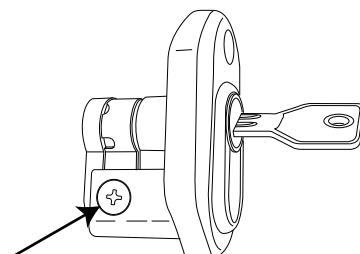
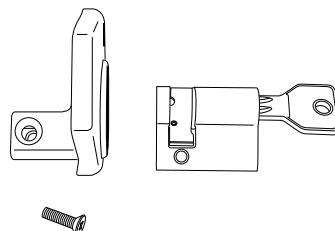

FIG. 18
FIG. 19
3. Utilizzando un cacciavite a stella PH2, svitare la vite laterale del blocco cilindro fig. 18 e, mantenendo la camma allineata con il cilindro, sfilare lo stesso dal blocco cilindro fig. 19;
3. Al'aide d'un tournevis étoile PH2, desserrer la vis latérale du bloc-cylindre et, en maintenant la came alignée par rapport au cylindre fig. 18, retirer ce dernier du bloc-cylindre fig. 19 ;
3. Schrauben Sie mit einem Sternschraubenzieher PH2 die seitlichen Schrauben des Zylinderblocks ab, halten Sie den Nocken weiterhin zum Zylinder Abb. 18 geflüchtet und ziehen Sie ihn vom Zylinderblock ab, Abb. 19;
3. By using a Phillips screwdriver PH2, screw out the cylinder block side screw and, while maintaining the cam in line with the cylinder (fig. 18), extract it from the cylinder block (fig. 19);
3. Utilizando un destornillador cruciforme PH2, desenrosque el tornillo lateral del bloque del cilindro y, manteniendo la leva alineada con el cilindro fig. 18, extrágalo del bloque (Fig. 19);
3. Draai met een kruiskopschroevendraaier PH2 de schroef aan de zijkant van het cilinderblok los. Houd de nok uitgelijnd met de cilinder fig. 18 en verwijder de cilinder uit het cilinderblok fig. 19;